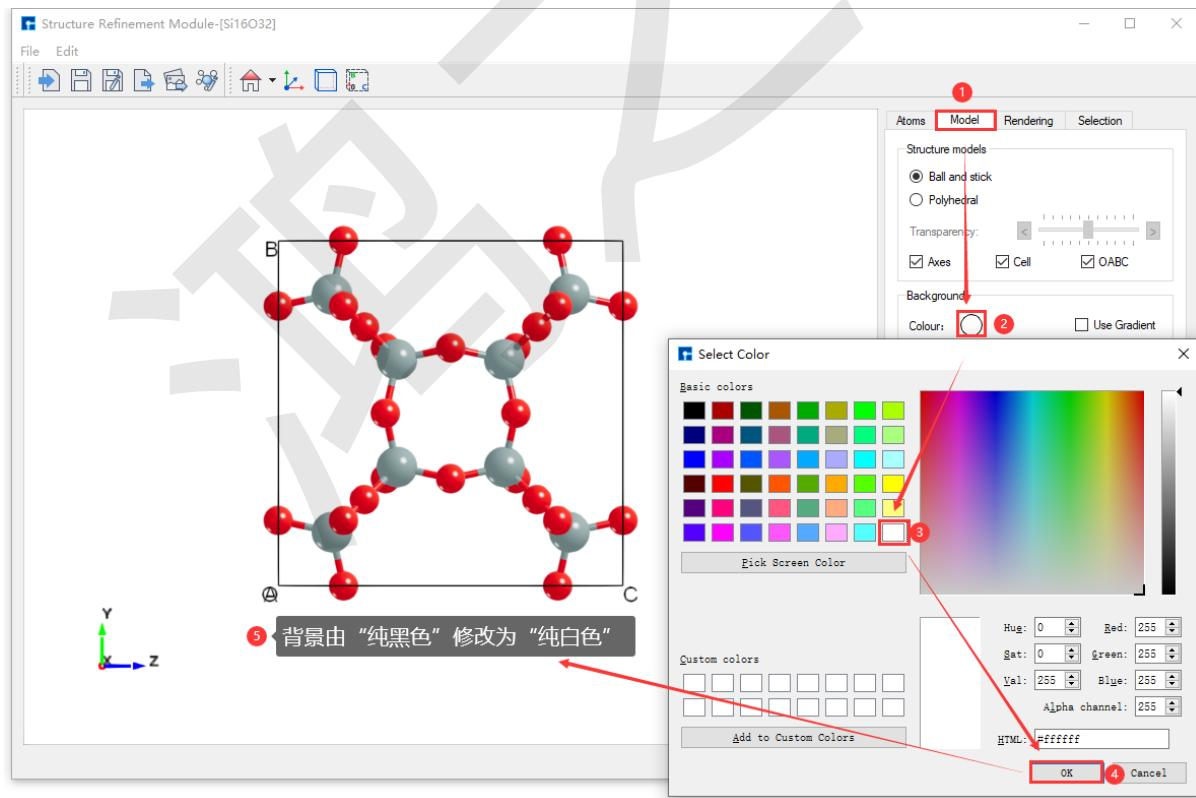

图 7.28: 将显示 Si₁₆O₃₂ 晶体结构的 背景颜色由 纯黑色修改为 纯白色的的操作界面
1. 如图 7.28 所示为将显示 Si₁₆O₃₂ 晶体结构的 背景颜色由 纯黑色修改为 纯白色的 操作界面。